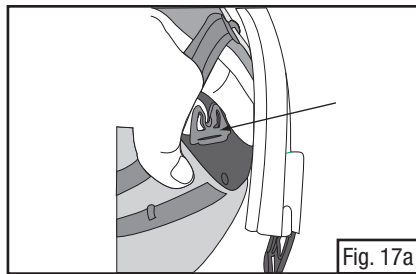
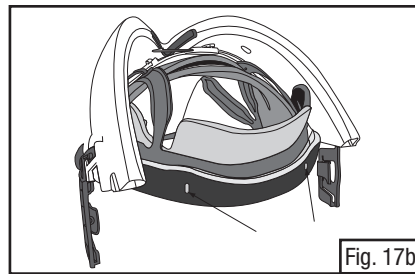

Fig. 17a
Fig. 17b
2. Fije la almohadilla S-954 en el arnés como se muestra en la Fig. 17a-d. Las dos ranuras largas en la almohadilla para reducción de tamaño se enganchan en los dos ganchos largos del arnés para la cabeza marcados con una flecha en la Fig. 17a. Use los ganchos más pequeños en el arnés para fijar bien la almohadilla como se muestra (Fig. 17b-17d).